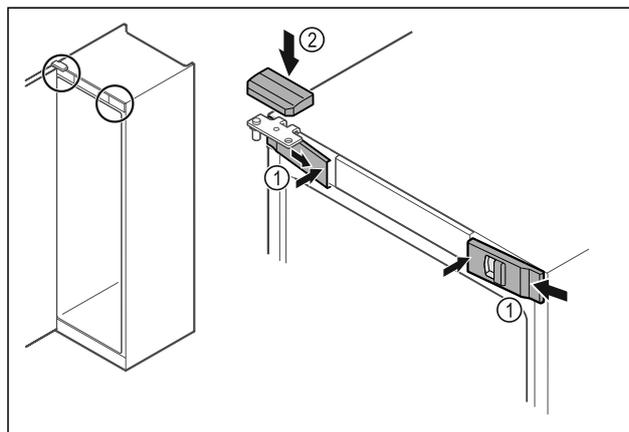

Fig. 44
- Accrocher les caches avant Fig. 44 (1) par les côtés et les enclencher en appuyant sur l'intérieur.
- Insérer le cache supérieur Fig. 44 (2) par le haut.